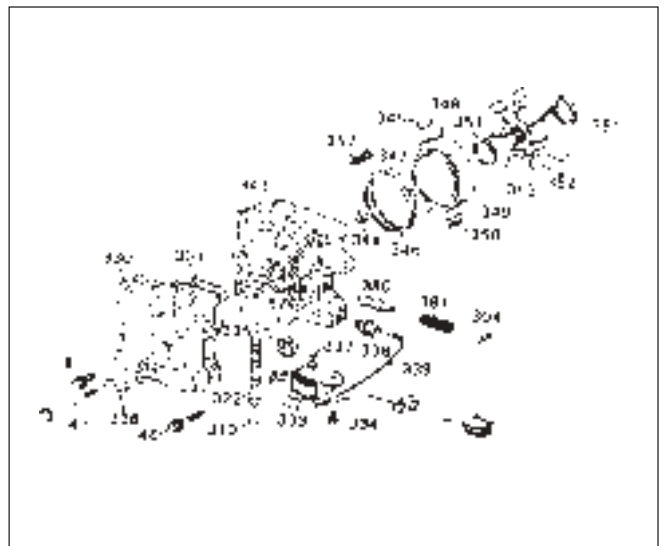

Fig. 105 Bloc supape auxiliare și pompă ulei
- 11) Cablajul electric fig. 105. Se va consulta capitolul de diagnoză al manualului de reparații dacă este necesară o intervenție la cablajul electric.
- 12) Tija (22) – se va verifica să nu fie deformată.
- 13) Ansamblul suport (23) – se cuplează tija (22).